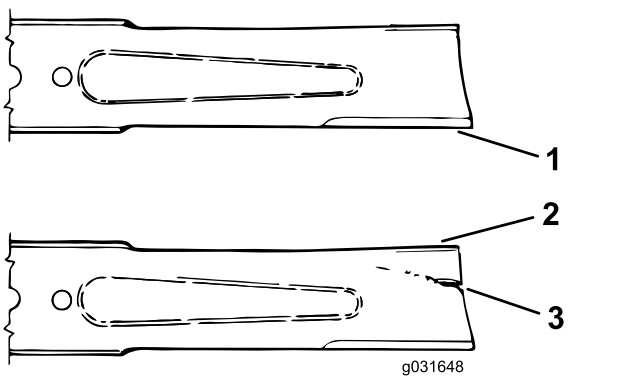

Figure 71
- Examinez attentivement les tranchants de la lame, particulièrement au point de rencontre de la partie plane et de l'aillette (Figure 71).